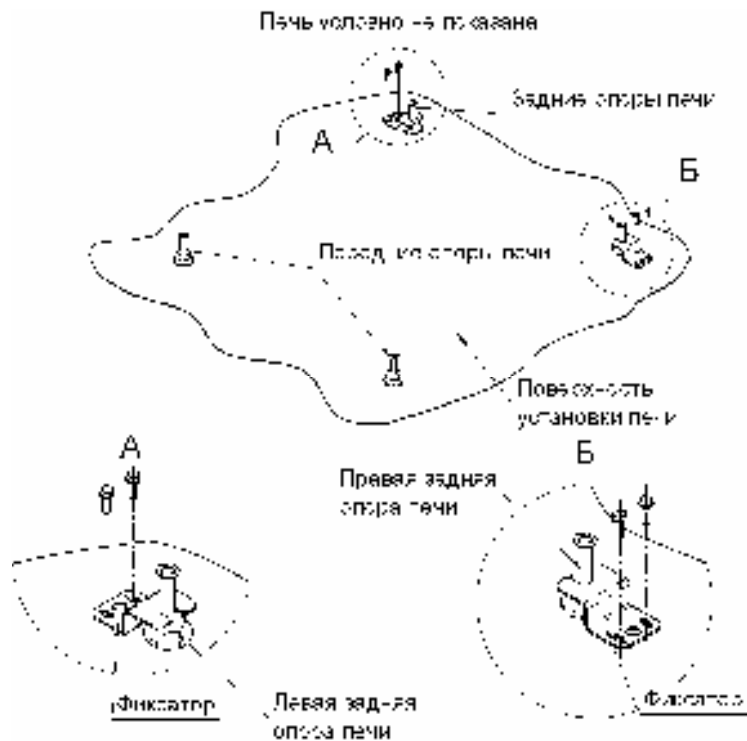

Рис. 2
Задние регулируемые опоры печи должны быть обязательно надёжно закреплены к поверхности, на которую установлена печь, при помощи фиксаторов, которые входят в комплект поставки аппарата и должны быть установлены как показано на рис. 2.
5.12 Выставить печь по уровню, вворачивая или выворачивая регулируемые опоры, по окончании регулировки закрепить задние опоры печи (см. рис.2).